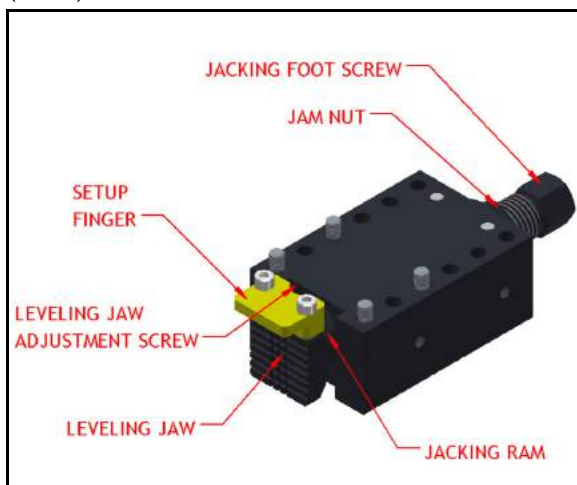

РИСУНОК 3-6. Компоненты выравнивающей опоры
- Грубо отрегулируйте выравнивающие опоры (одна из них изображена на рис. 3-6) вращением винта выдвигаемой опоры так, чтобы они выходили за НД фланца примерно на 1/8" (3 мм).